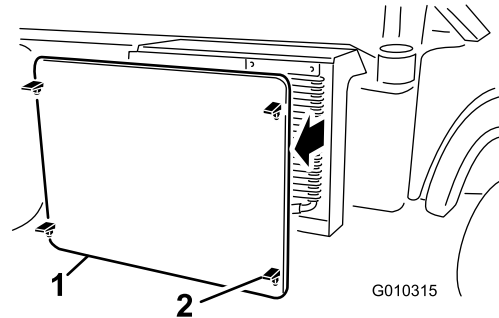

Bild 52
5. Lösen und entfernen Sie das Kühlgitter vorne am Kühler (Bild 52).